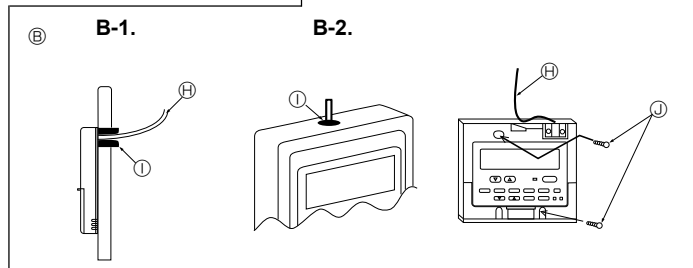

Fig. 6-3
(2) Den Wartungszugang des Fernbedienungskabel mit Kitt oder Dichtungsmittel abdichten, um das mögliche Eindringen von Tau, Wasser, Kakerlaken oder Würmern und Raupen zu verhindern. (Fig. 6-3)
[Fig.6-3]